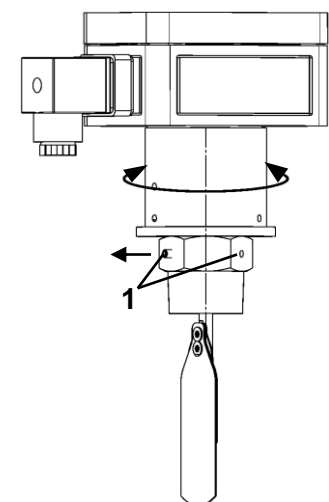

Abbildung 4
- Die Ausrichtung des UB1/UBX kann nach der Verschraubung in den Prozessanschluss eingestellt werden. Hierzu lösen Sie die Gewindestifte mit Innensechskant (Pos. 1), bis sich das Gerät frei in der Anschlussverschraubung (im Uhrzeigersinn/gegen den Uhrzeigersinn) drehen lässt (Abb. 4). Ist die gewünschte Position erreicht, müssen die Gewindestifte mit Innensechskant (Pos. 1) wieder fest angezogen werden (Drehmoment = $0,8 \text{ Nm}$).